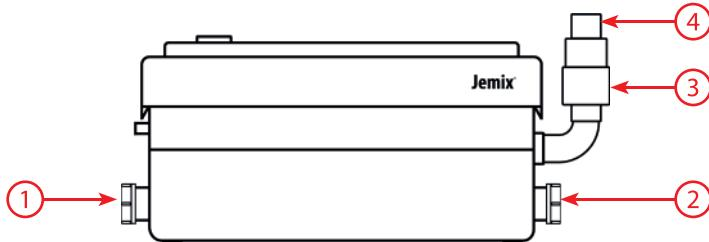

Рис. 1
Сточные воды из раковины и душа попадают в корпус насоса через входные патрубки 1,2 (Рис. 1), пока не достигнут определенного уровня, при котором воздушный выключатель включает электродвигатель, который выбрасывает их через выходной патрубок 3 (Рис. 1). Насос оснащен термозащитой электродвигателя которая отключает электродвигатель в случае перегрева (засор, заклинивание, и т.п.). Термозащита автоматически включает электродвигатель после его полного остывания (через 30-60 мин).
- Установите насос на выбранное место и выньте заглушки из патрубков на насосе к которым будут присоединяться трубы (рис. 1).
- Установите обратный клапан (пункт 3, рис. 1) идущий в комплекте.